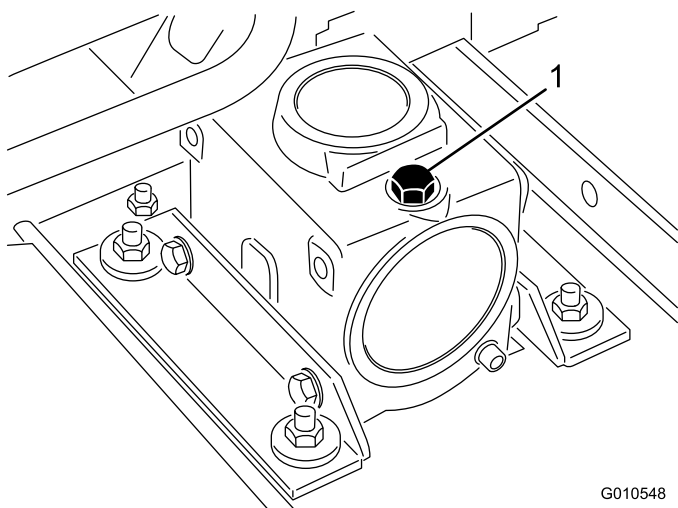

Figure 5
2. Retirez le bouchon de remplissage-jauge au sommet du boîtier d'engrenages (Figure 5) et vérifiez que le niveau de lubrifiant se situe entre les repères sur la jauge. Si le niveau de lubrifiant est trop bas, faites l'appoint de lubrifiant pour faire monter le niveau entre les repères.